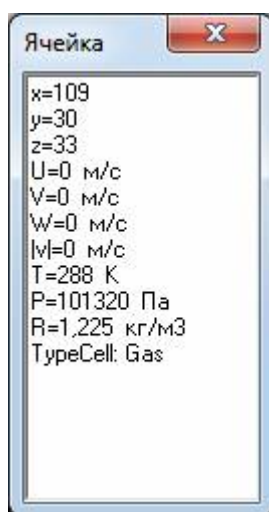

Рисунок 3.2
- просмотр значений в ячейках и измерения расстояний и площадей: при нажатии левой кнопкой мыши на ячейку в специальном окне (рисунок 3.2) отобразятся значения газодинамических параметров в данной ячейке.